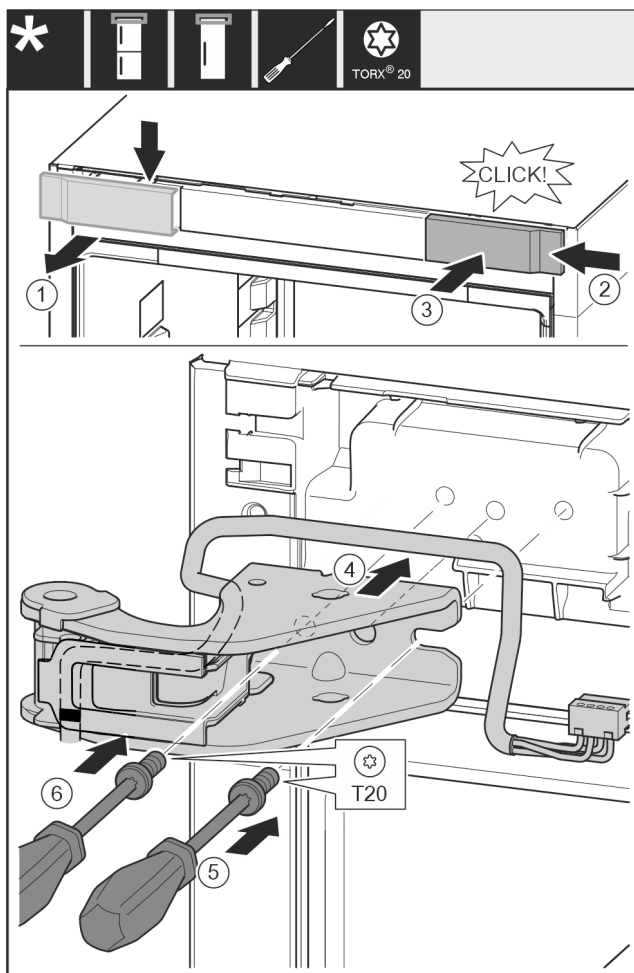

Fig. 32
- ▶ Rimuovere la copertura dall'alto in avanti. Fig. 32 (1)
- ▶ Ruotare la copertura di 180° e agganciarla sull'altro lato da destra. Fig. 32 (2)
- ▶ Innestare la copertura. Fig. 32 (3)
- ▶ Applicare il blocco di supporto superiore. Fig. 32 (4)
- ▶ Applicare la vite con il cacciavite T20 e serrare. Fig. 32 (5)
- ▶ Applicare la vite con il cacciavite T20 e serrare. Fig. 32 (6)